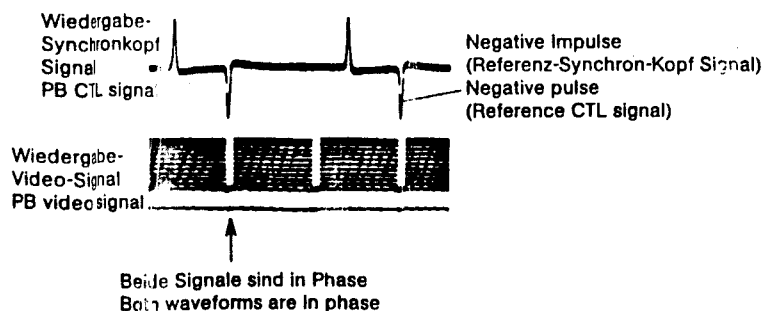

Fig. 5.5 Spurlage
4. Mit R 33 (TRACK PRESET) auf der SERVO-Platte die zwei Signale in Phase bringen (Fig. 5.5).
4. Bring the two signals into phase with R 33 (TRACK PRESET) on the SERVO board (Fig. 5.5).